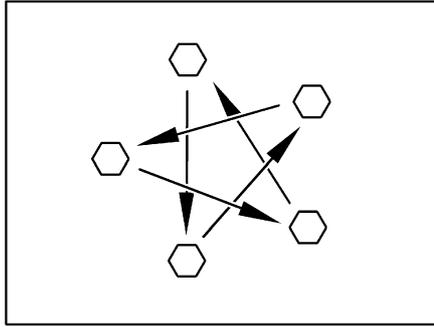

Bild 192 Radmuttern oder Radschrauben über Kreuz anziehen
- Radmuttern oder Radschrauben regelmäßig auf festen Sitz prüfen. Radmuttern oder Radschrauben eines ausgewechselten Rades nach 50 km über Kreuz nachziehen (Bild 192).
- ▷ Radmuttern oder Radschrauben über Kreuz anziehen (Bild 192).